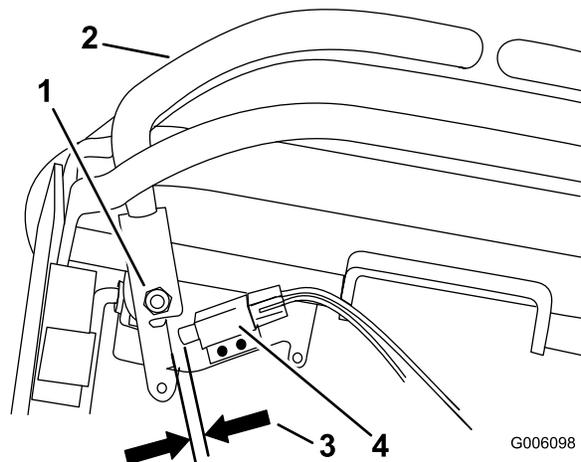

Figure 55
10. Vérifiez l'écartement entre le levier de commande et l'interrupteur, comme montré à la Figure 55. L'espace doit être de 1,6 à 2,4 mm (1/16 à 3/32 po).